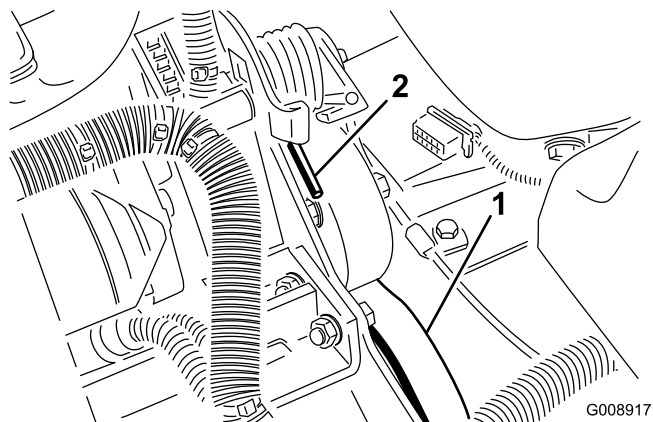

Figura 55
- Empuje hacia adelante y hacia abajo sobre el extremo del muelle (Figura 55) para desengancharlo del soporte y liberar la tensión.